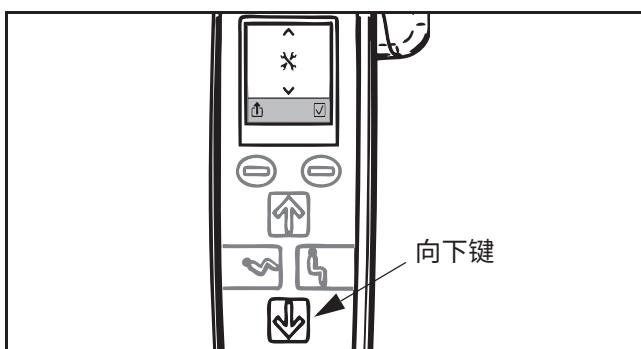

图 62
- 3) 按“称重”按键以归零称重计。现在屏幕显示重量为零（参见图 62）。